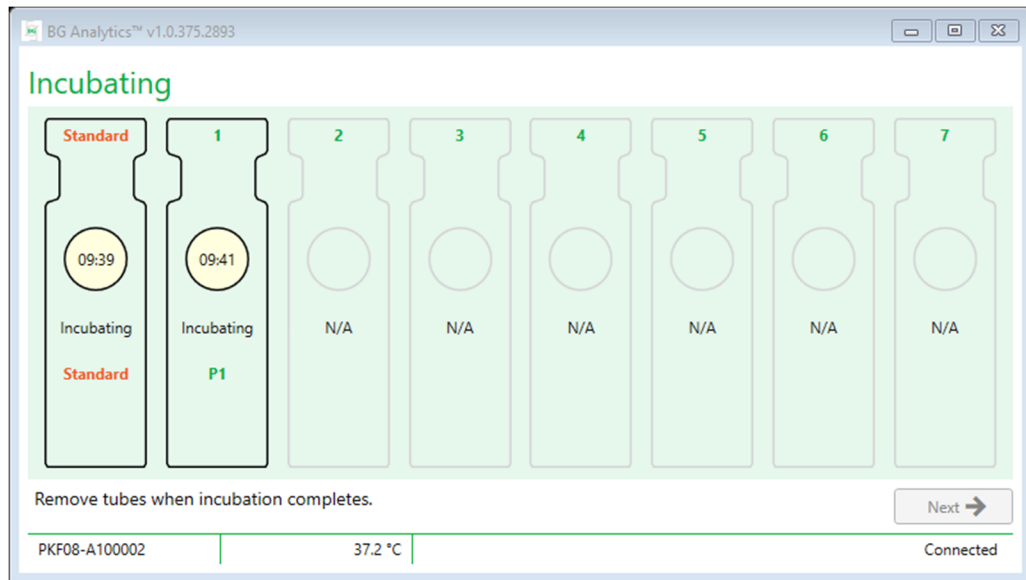

Figura 10. Ecrã de Incubação do BG Analytics® com STAT STD inserido no alvéolo Standard e um (1) tubo de amostra de doente inserido no alvéolo nº 1
2. Introduza cada tubo no respetivo alvéolo no PKF08 para iniciar o passo de incubação (Figura 10). Cada alvéolo é programado individualmente.